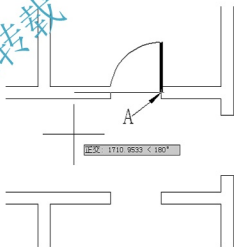

图 2.77 确定圆弧的长度
(12) 在指定圆弧的端点或 [角度(A)/长度(L)]: 提示下, 打开【正交】功能, 将光标水平向左拖动(如图 2.77 所示), 在任意位置单击, 确定逆时针绘制的 1/4 个圆弧。
(13) 按 Enter 键结束命令。